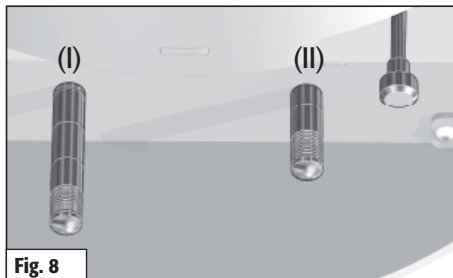

Fig. 8
De secundaire lucht helemaal toedraaien	Zet de schuif van de secundaire lucht (II) op markering 1-2. (fig. 8)